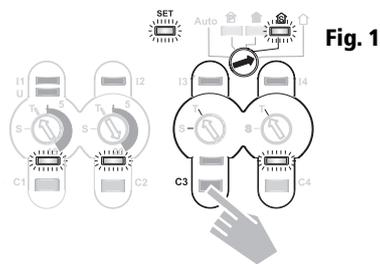

Fig. 1
Exemplo: Simulação de presença, ver fig 1 em baixo.
2. Prima brevemente a tecla manual do canal a ser alterado, até o LED de controlo estar desligado (v. fig 1 canal C3).